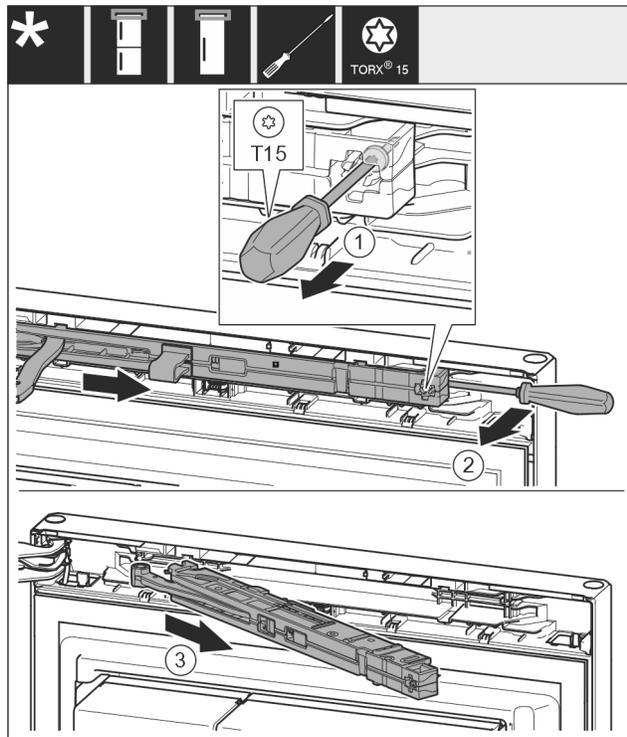

Fig. 7
- ▶ Desserrer la vis de l'unité d'amortisseur de fermeture d'env. 14 mm (9/16 in) avec un tournevis T15. Fig. 7 (1)
- ▶ Avec un tournevis, accéder à la partie postérieure de l'amortisseur de fermeture du côté de la poignée et faire tourner l'amortisseur vers l'avant. Fig. 7 (2)
- ▶ Sortir l'amortisseur de fermeture. Fig. 7 (3)